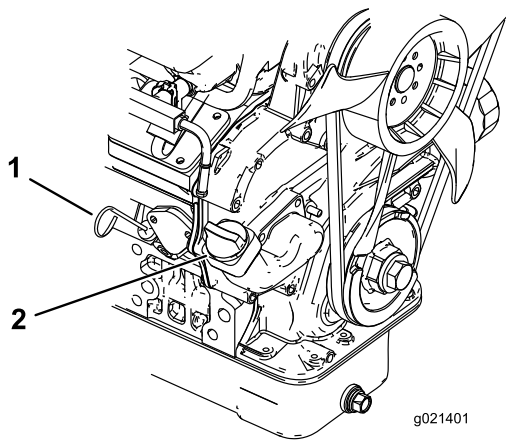

図 20
2. ディップスティック (図 20) を抜き、ウェスで一度きれいに拭く。ディップスティックを、チューブの根元までもう一度しっかりと差し込む。ディップスティックをもう一度抜きとって、オイルの量を点検する。
3. オイルの量が不足している場合は、補給口のキャップ (図 20) を取り、ディップスティックの FULL マークまで補給する。